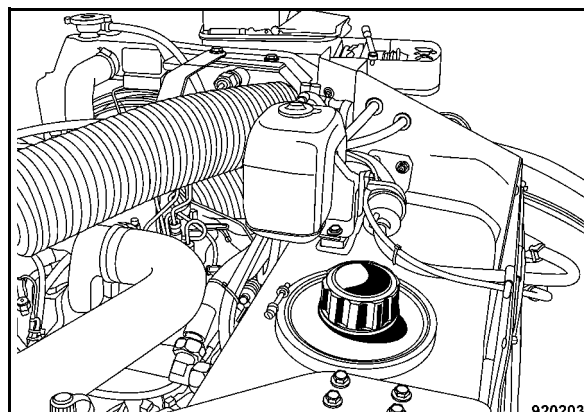

Fig. 131
- Chiudere il serbatoio con il nuovo tappo di chiusura (Fig. 131).